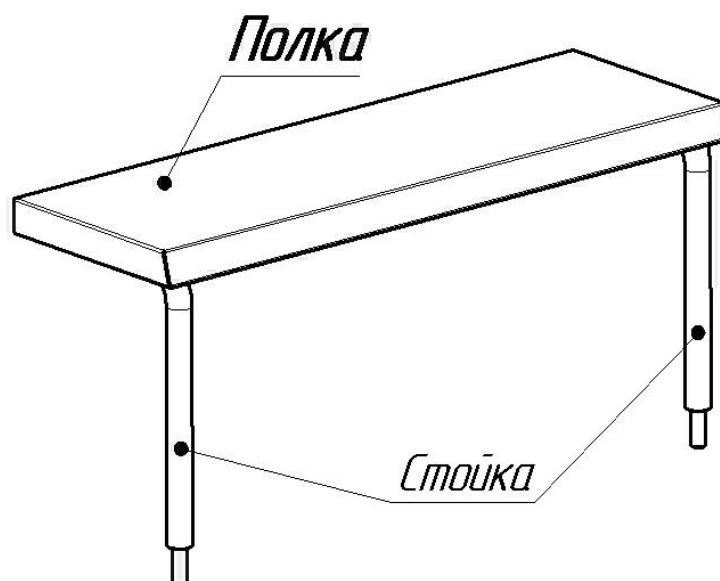

Рис.5 – Полка
**Полка** (рис.5) - поставляется в разобранном виде в индивидуальной картонной упаковке. Схема сборки и перечень комплекта поставки полки находится в её упаковке.